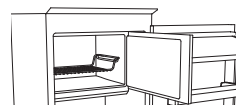
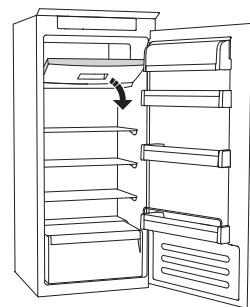

Рисунок 1
Рисунок 2
- поместите продукты на решетке, если она имеется (рисунок 1) или непосредственно на дне морозильной камеры (рисунок 2)
Система STOP FROST (в зависимости от модели) облегчает разморозку морозильной камеры. Специальная полка STOP FROST (рисунок 1) предназначена для частичного сбора наледи, что уменьшает продолжительность размораживания морозильного отделения.
- Откройте дверцу морозильной камеры и выньте верхний ящик (рисунок 2).